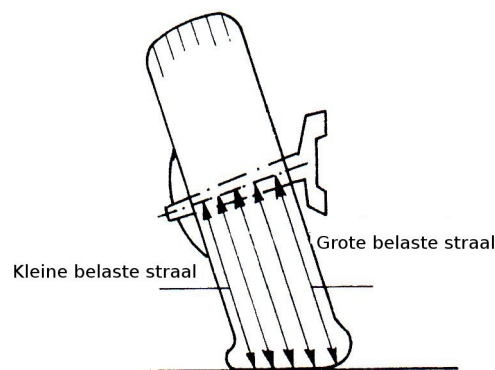

fig. 4: eenzijdige loopvlaksluitage
4. Eenzijdige loopvlaksluitage wordt doorgaans veroorzaakt door een foutief camber. Het wiel staat dan scheef op het wegdek. Door de vervorming van de band rolt het wiel op verschillende omtrekstralen (afb. 4).